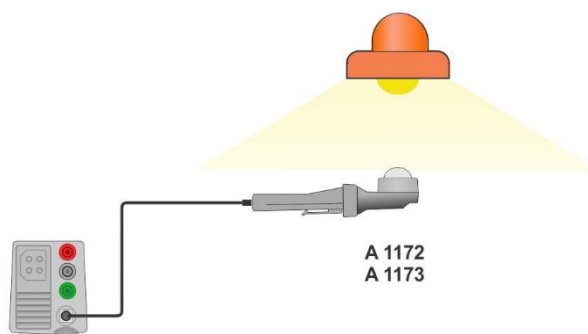

Abbildung 7.122: Positionierung des LUXmeter Sensor
- › Positionieren Sie den LUXmeter Sensor, siehe **Abbildung 7.122**. Stellen Sie sicher, dass der LUXmeter Sensor eingeschaltet ist.